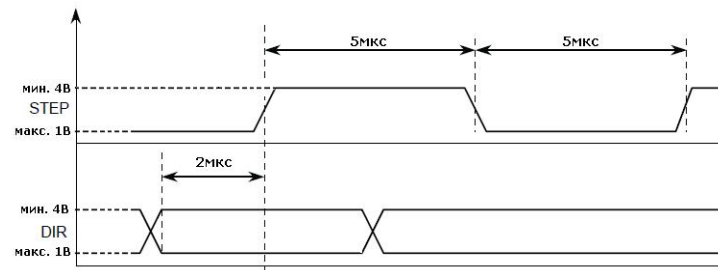

Рис. 7. Осциллограмма управляющих сигналов.
- **В режиме драйвера** (подключение по схеме на рис. 3) подавайте нужную последовательность сигналов «ШАГ» и «НАПРАВЛЕНИЕ» на входы «STEP», «DIR», используйте сигнал «EN» для снятия питания с обмоток двигателя. Осциллограмма управляющих сигналов приведена на рис. 7.